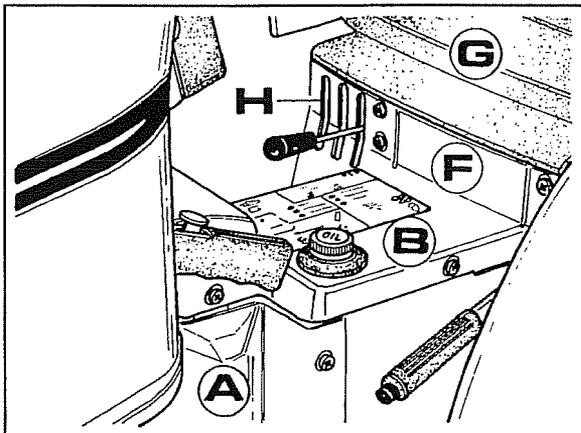

Fig. 9
- 1 Quitar el asiento G, la protección central B y los laterales A-H como se muestra en la fig.9.